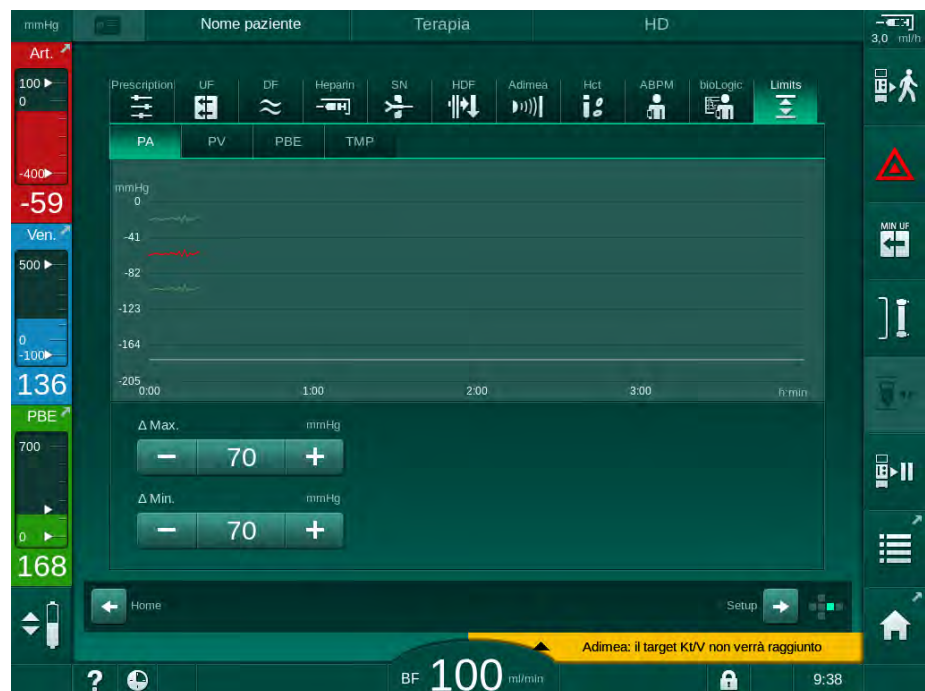
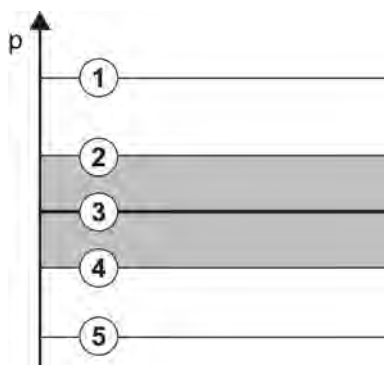

Fig. 5-20 Esempio di limiti di pressione nella videata *Dati terapia*
Fig. 5-21 Limiti di pressione
Il monitoraggio dei valori di pressione avviene mediante finestre dei limiti (area grigia in Fig. 5-21) definite tramite la distanza fra il valore attuale ③ e i limiti superiore ② e inferiore ④ (valori Delta min/max). La somma delle due distanze in questione fornisce l'ampiezza della finestra dei limiti; nell'esempio precedente, ad esempio, Fig. 5-20: $70 + 70 = 140$ (mmHg).